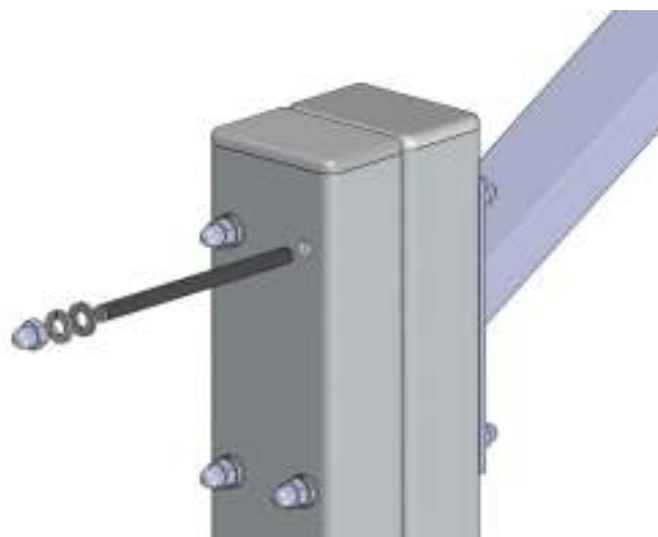

Рисунок 4. Крепление считывателя к стойке
8. Закрепите кронштейн считывателя на стойке (см. рис. 4) при помощи четырех шпилек М6, гаек и шайб, входящих в комплект поставки стойки.